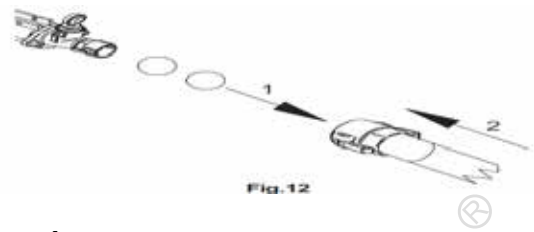

Fig.12
- introduceți în conducte, pline cu material, doi bureți de spălare (fig. 12, ref. 1) și remontați conductele în colector (fig. 12, ref. 2)